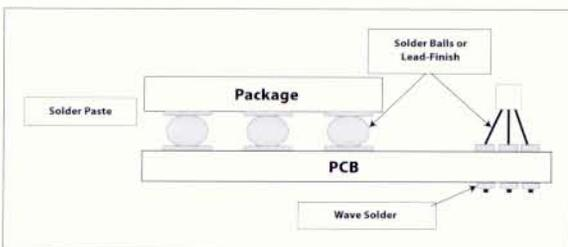

Рис. 1
3.1. Второй уровень соединений. Соединения, выполненные подключением прибора или компонента к печатной плате (рис. 1).